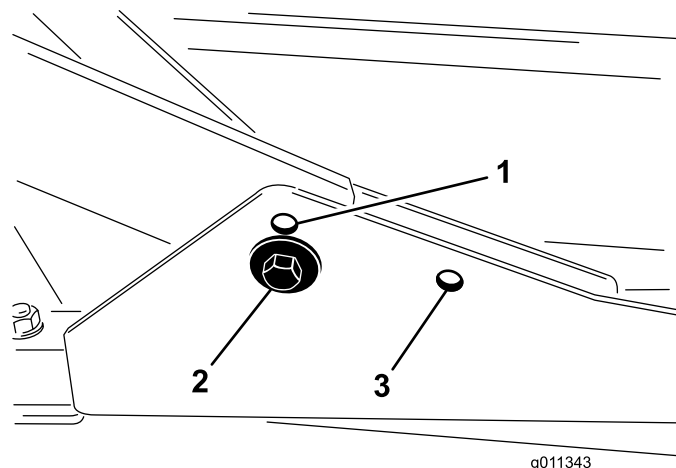

図 2
1. 刈り高設定を 20～76 mm として使用する場合には、前側の低い取り付け穴にキャリア・フレームを取り付けます (図 2)。
2. 刈り高設定を 63～102 mm として使用する場合には、前側の高い取り付け穴にキャリア・フレームを取り付けます (図 2)。
後Cutting・デッキは、刈り高に関係なく後側の取り付け穴を使って取り付けます (図 2)。